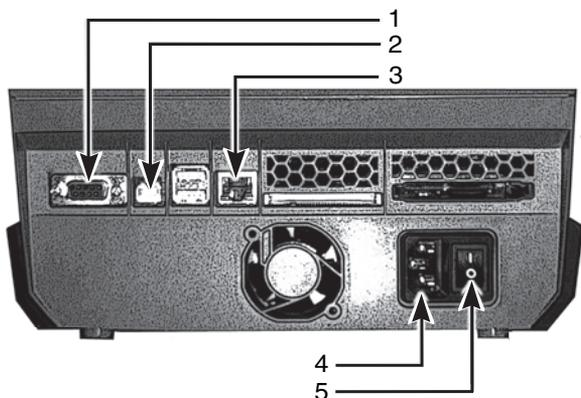

Рисунок 1, Интерфейсы и разъемы
1. Подключите силовой кабель в разъем подключения питания на задней стороне принтера (**Рисунок 1, 4**).
5. Включите переключатель питания, расположенный на задней стороне принтера (**Рисунок 1, 5**). Принтер выполнит самодиагностику, а затем войдет в режим готовности (Готов).
Принтер имеет входной разъем RS-232 (**Рисунок 1, 1**), USB (**Рисунок 1, 2**) и Ethernet (**Рисунок 1, 3**).
2. Подключите принтер к компьютеру с использованием поставляемого кабеля USB. Кабель USB подключается к принтеру через разъем USB (**Рисунок 1, 2**) и к разъему USB на компьютере.
2. Подключите принтер к компьютеру с использованием кабеля RS-232 (не входит в комплект поставки). Кабель RS-232 подключается к принтеру через разъем (**Рисунок 1, 1**) и к компьютеру.
2. Подключите принтер к компьютеру с использованием кабеля Ethernet (не входит в комплект поставки). Кабель Ethernet подключается к принтеру через разъем Ethernet (**Рисунок 1, 3**) и к разъему Ethernet компьютера или локальной сети (LAN).